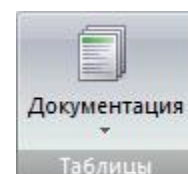

Рис.65. Панель Таблицы
- **Таблицы** (рис.65) – вывод на экран численного представления результатов, а также запуск режимов для формирования отчета и пояснительной записки.
Панель **Таблицы** (рис.65) содержит следующие команды: